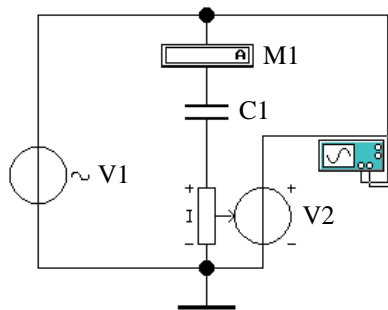

Рис. 3
2.9. Соберите схему для исследования емкости (рис. 3). Емкость $C1$ находится в группе «Basic», независимый источник напряжения $V1$ – в группе «Sources».